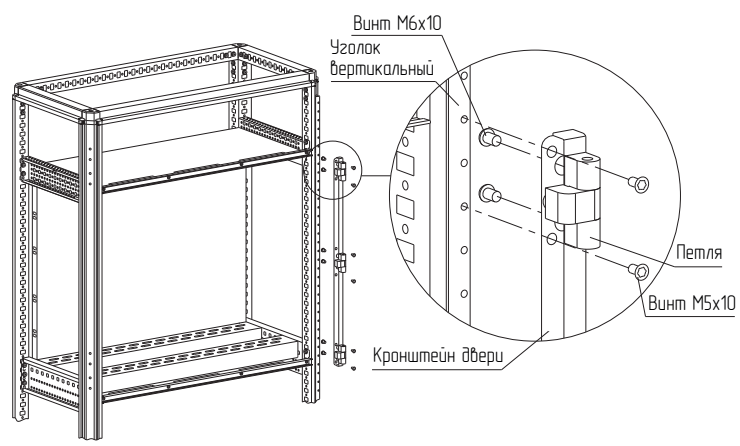

Рисунок 53
4.28.4 Закрепите петли к кронштейну двери винтами М6×10 момент затяжки – 7 Н·м., и закрепите кронштейн к уголку дверей частичных винтами М5×10 момент затяжки – 2 Н·м. (рисунок 53).